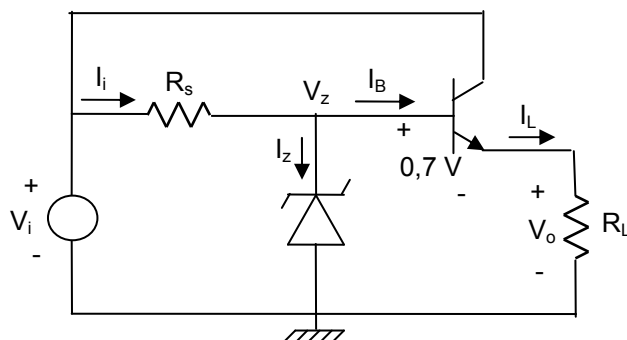

Figura 12.2.- Circuit estabilitzador amb zener i transistor bipolar.
Com es pot observar en la figura 12.2, s'afegeix un transistor bipolar al circuit anterior. La resistència  $R_s$  fa passar corrent pel zener, com en el circuit anterior i suposarem que aquest corrent és suficient per a que  $I_z$  sigui superior sempre a  $I_{zmin}$ . Per tant, la tensió a la base del transistor serà  $V_z$ . Com que entre la base del transistor i l'emissor cau 0,7 V quan circula corrent per l'emissor, la tensió de sortida serà:
- 3.- Considereu el circuit estabilitzador amb zener i transistor bipolar de la figura 12.2. Si  $R_s$  val  $1 \text{ k}\Omega$ ,  $V_z = 7,5 \text{ V}$ ,  $V_i = 17 \text{ V}$ , i  $\beta_F = 100$ ,  $V_{BE(on)} = 0,7 \text{ V}$ , per a quins valors de  $R_L$  el corrent pel díode serà inferior a  $5 \text{ mA}$ ?
Munteu el circuit de la figura 12.2 amb una resistència  $R_s$  de  $1\text{ k}\Omega$ , el zener de  $8,2\text{ V}$ , el transistor bipolar BD139 i una resistència de  $10\text{ k}\Omega$  per  $R_L$ . El transistor BD139 ha d'anar muntat sobre un dissipador tèrmic, ja que sense ell no seria capaç de dissipar la potència requerida i es faria malbé. Per fer-ho, cal posar una petita gota de pasta tèrmica que millora el contacte tèrmic entre el transistor i el dissipador, i cal prémer el transistor sobre el dissipador fent passar un cargol pel forat del cos del transistor, amb femella a l'altre costat. Noteu que la part metàl·lica del transistor ha de fer contacte amb el dissipador. Els terminals del transistor s'indiquen a la figura 12.7.